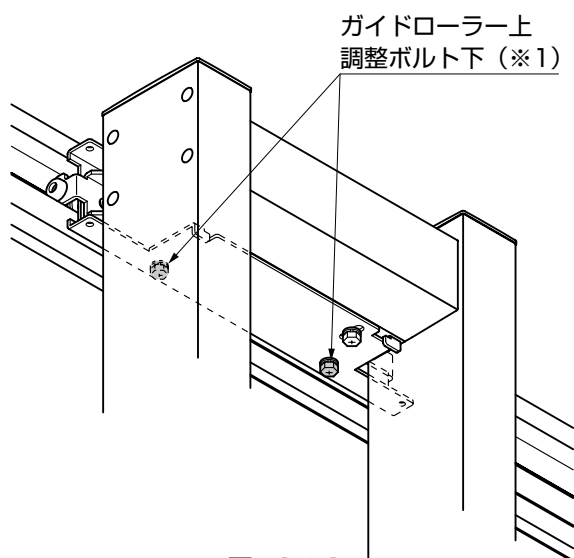

図13-13
- ①開閉時に引戸本体が垂れる場合は、ガイドローラー上の調整ボルト下(※1)を締めてください。(図13-13参照)
- ②引戸本体の開閉がきつい、動きが重いと感じる場合は、ガイドローラー上の調整ボルト下(※1)を緩めてください。(図13-13参照)